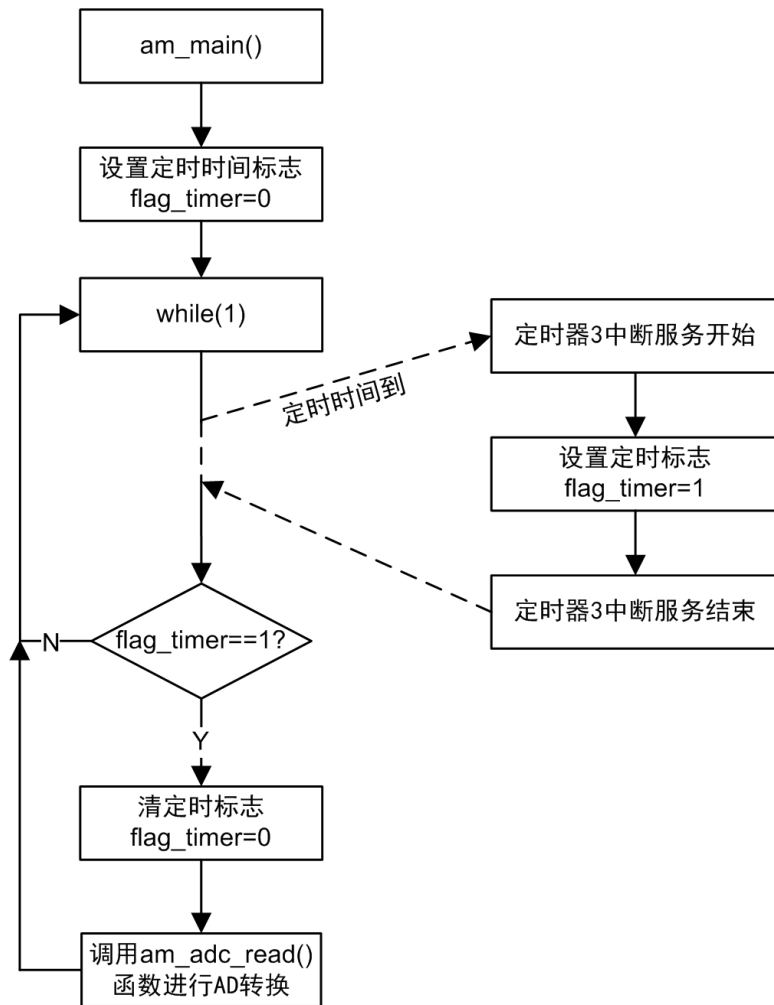

图 1.2: 标志位查询法
为了避免在定时器中断中嵌套 ADC 中断，我们可以通过一个定时标志 flag_timer 来记录定时时间是否已到，flag_timer 初始化为 0，定时器 3 每隔 1s 产生一次溢出中断，在定时器中断服务函数中，我们设置标志 flag_timer=1，表明定时时间已到，随后退出定时器中断，在整个定时器中断服务中不对 ADC 进行任何操作。在主程序的 while(1) 循环中，对定时标志 flag_timer 循环检测，当 flag_timer 的值为 0 时，不做任何操作，继续循环，若 flag_timer 已被置为 1，则表明定时时间到，程序将调用 am_adc_read() 函数实现 AD 转换。示意图详见图 1.2。